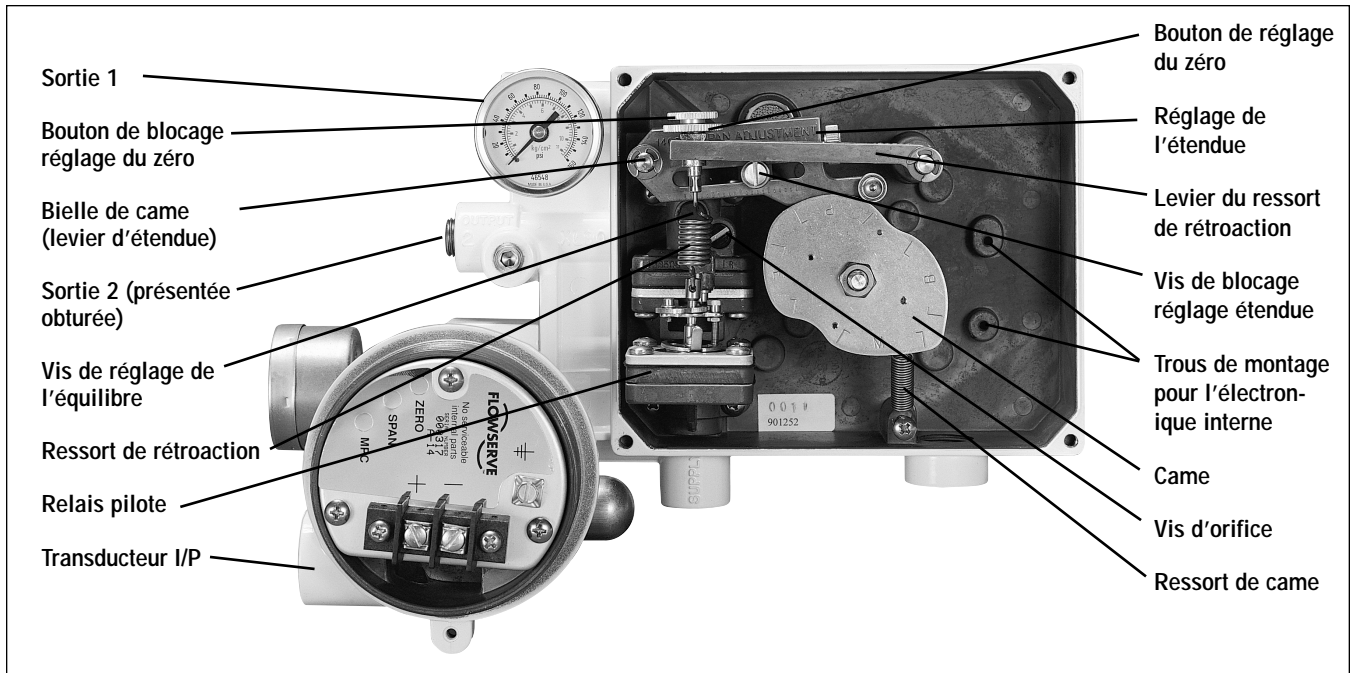

Figure 6 : Réglages du positionneur
Pour l'étalonnage, voir fig. 6 et procéder comme suit :
7. Raccrocher le ressort de rappel de la came (voir fig. 6).
4. Retirer le capuchon en caoutchouc sur la vis de réglage de l'équilibre (voir fig. 6).